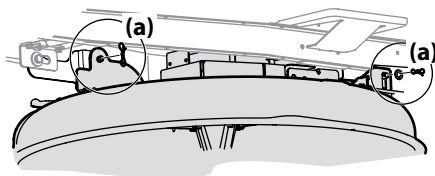

Figura 4-7
- Extraiga los pasadores de chaveta con unión curva (a) que aún están sujetando la plataforma al tractor cortacésped, como se indica en la Figura 4-7.